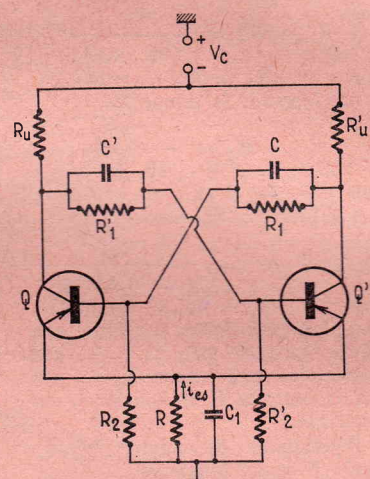

FIG. 24. — Multivibrateur à une seule batterie
G. 8 Montage avec une seule batterie. — Un schéma de montage utilisant une seule batterie est donné figure 24. On y remarque que l'émetteur n'est plus à la masse, mais à une tension quasi constante égale à environ :